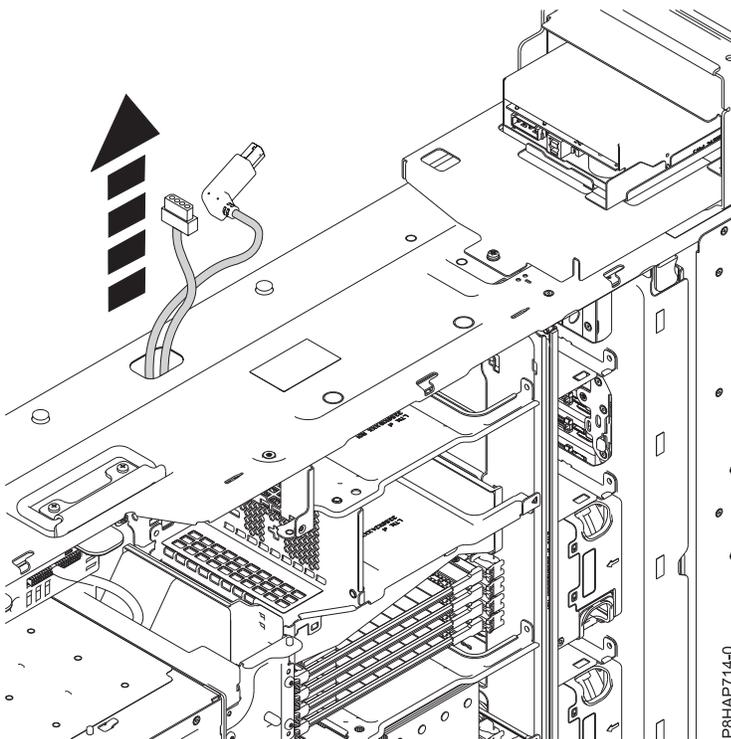

Abbildung 69. Verlegen des USB-Kabels und des Netzkabels der Interne RDX-Andockstation (FC EUA3)
4. Verlegen Sie das USB-Kabel und das Netzkabel der Interne RDX-Andockstation (FC EUA3) durch die Bohrung der Kabelführung an der Seite des Chassis nach oben (siehe Abb. 69).